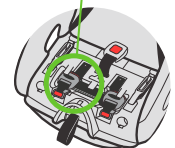

Figure 122
Insérez les Ajusteurs (1) dans les renforcements carrés se trouvant derrière les Connecteurs DUA, repliez l'excédent de La Ceinture d'Attaches Inférieures DUA (2) et insérez-le sous la languette entre les ajusteurs, tel qu'illustré dans la **Figure 122**.